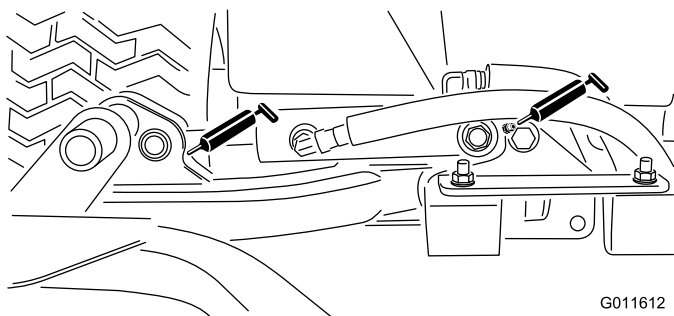

Figura 31
- Cilindri del braccio di sollevamento degli elementi di taglio (2 cad.) (Figura 31)
- Perni dei bracci di sollevamento (1 cad.) (Figura 31)